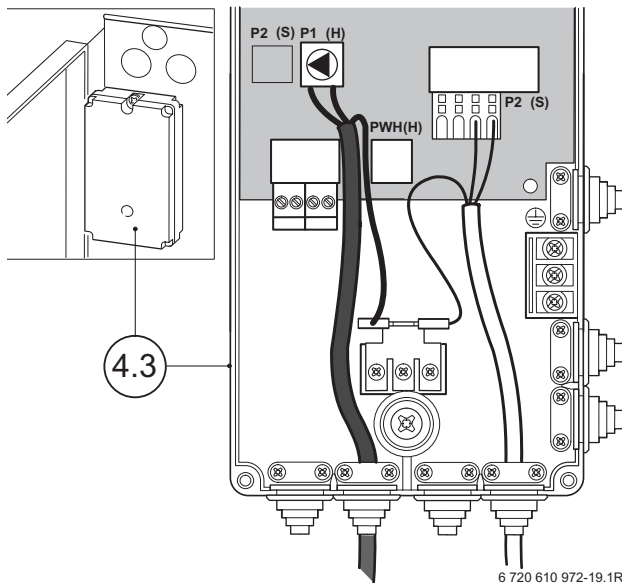

Bild 21
- Kabel durch die Kabeldurchführung stecken, Bild 21.